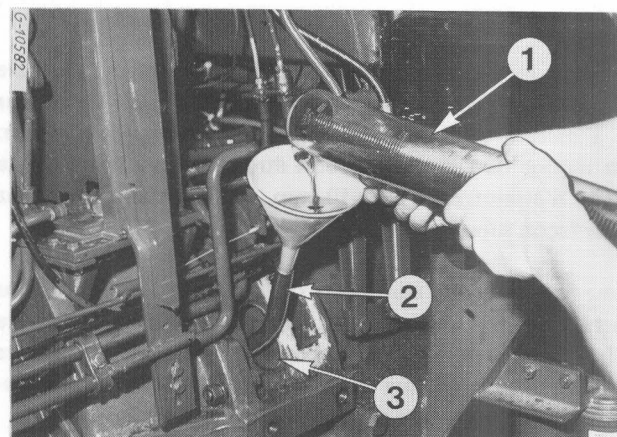

Figure 95
— A l'aide d'un entonnoir approprié remplissez le carter avec la quantité exacte d'huile recommandée au «Tableau de graissage» Fig. 95. Voir contenances dans les «Caractéristiques».
Le tuyau de remplissage (2) Fig. 95 peut être fabriqué sur place en vous référant à la figure ci-dessous.